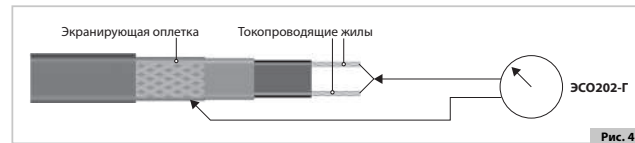

Рис. 4
4.1.13. **Кабели нагревательные саморегулирующиеся имеют температурно-зависимое сопротивление и данные о величине сопротивления не являются достоверным ориентиром для определения присоединенной нагрузки. По этой причине кабели нагревательные саморегулирующиеся проверяются только на сопротивление изоляции нагревательного элемента (измерение производится между токоведущими жилами и экранирующей оплёткой кабеля нагревательного (см. рис. 4)) и сопротивление оболочки кабеля нагревательного (измерение производится между экранирующей оплёткой кабеля нагревательного и контуром заземления).**